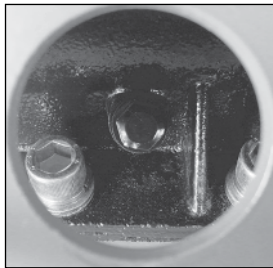

Рис. 22
3. Открутите пробку контрольного отверстия (рис. 22) и слейте масло в подготовленную для этого емкость. Внимательно осмотрите слитое масло на предмет наличия в нем металлических частиц.